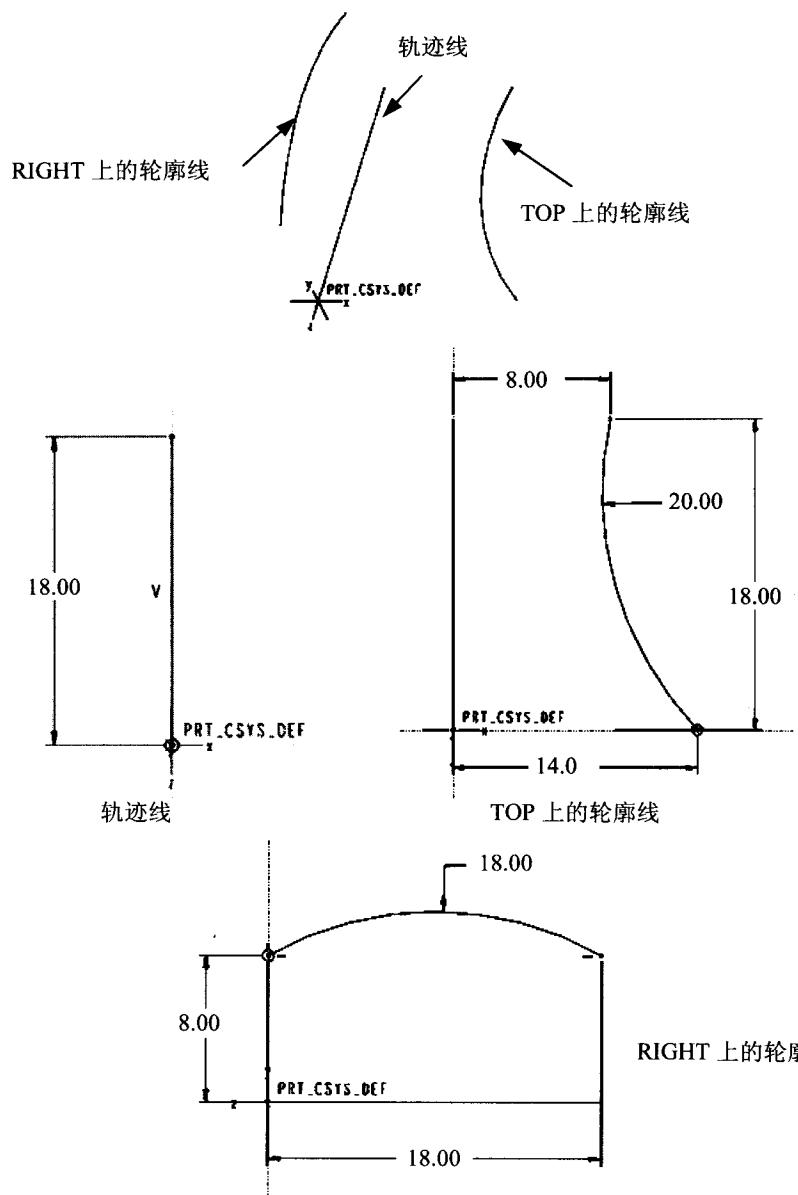
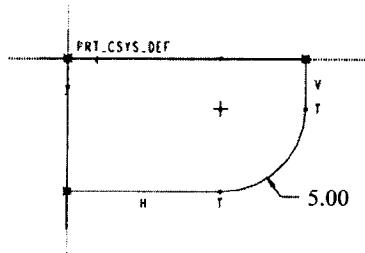

图 1-14
图 1-15
- ③ 在 TOP 及 RIGHT 上绘制 3 条曲线，如图 1-14 所示。
- ④ 选择“插入”→“伸出项”→“可变截面扫描”→“垂直于原始轨迹”→“完成”。以“选取轨迹”选择轨迹线，单击“完成选取”→完成。再以“选取轨迹”选择轮廓线，单击“完成选取”→“完成”，最后单击“完成”完成选择。
- ⑤ 绘制如图 1-15 所示的截面，对齐轨迹线与轮廓线的端点（有×的点）。